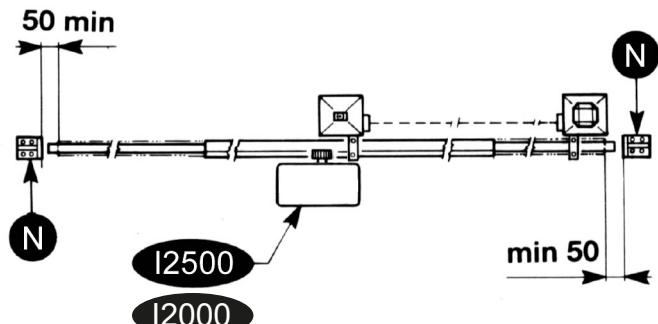
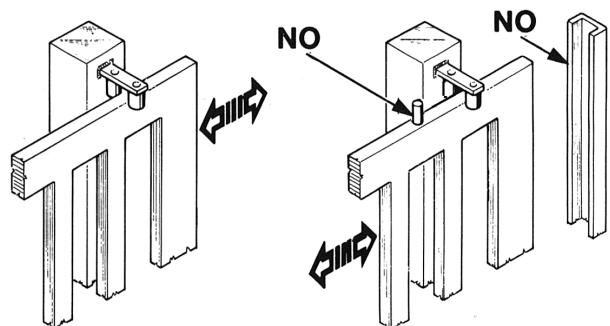

FIG. 2
FIG. 3
Outre les fins de course présents sur l'opérateur, il est nécessaire d'installer des butées mécaniques fixes à l'extrême de chaque course de sorte à arrêter le portail en cas de dysfonctionnement des fins de course électriques. Pour cela, les butées mécaniques doivent être dimensionnées de sorte à supporter la poussée statique du moteur ajoutée à l'énergie cinétique du portail (N) (Fig.2). Les poteaux du portail doivent avoir des glissières anti-dérapage sur la partie supérieure (Fig. 3), afin d'éviter tout décrochage accidentel.
**N.B.:** Éliminer les arrêts mécaniques du type indiqué, décrit dans la figure 3.